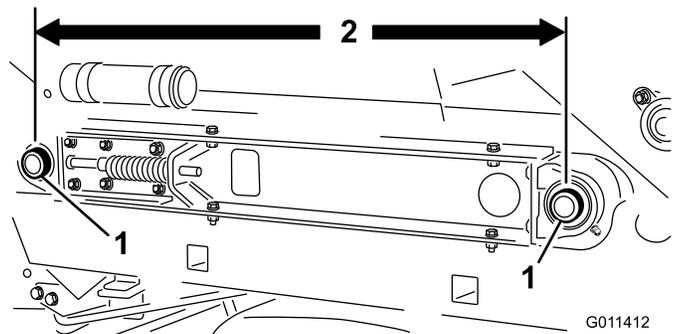

図 27
3. コンベアベルトのローラシャフト 図 27 どうしを中心線間の距離が機体の左右で同じ約 89.5 cm になっていることを確認する。